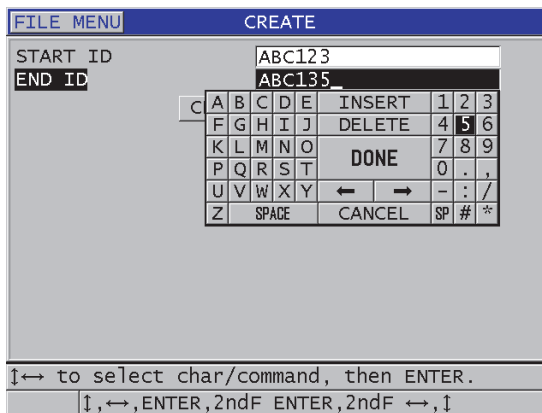

Abbildung 11-5 Auswahl des ID-Nummernbereichs für eine Zählfolge
3. Verfahren Sie auf der zweiten Seite des Fensters **ERSTELLEN** (siehe Abbildung 11-5 auf Seite 198) wie folgt: